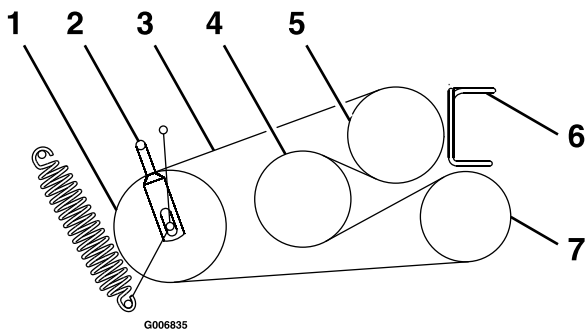

Figura 60
6. Afloje las guías de las correas **A** y **B** (Figura 60).
8. Enrute las correas nuevas alrededor de las poleas, tal y como se muestra en la Figura 60.